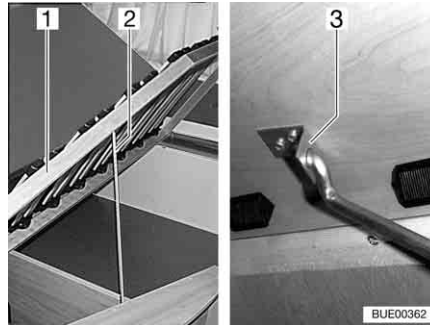

Fig. 73 Lit fixe
- Soulever le sommier à lattes (Fig. 73,1), détacher la tige (Fig. 73,2) de l'ancrage et l'insérer dans le trou du support (Fig. 73,3).
- Soulever le sommier à lattes (Fig. 73,1), détacher la tige (Fig. 73,2) du support (Fig. 73,3) et l'insérer dans l'ancrage.